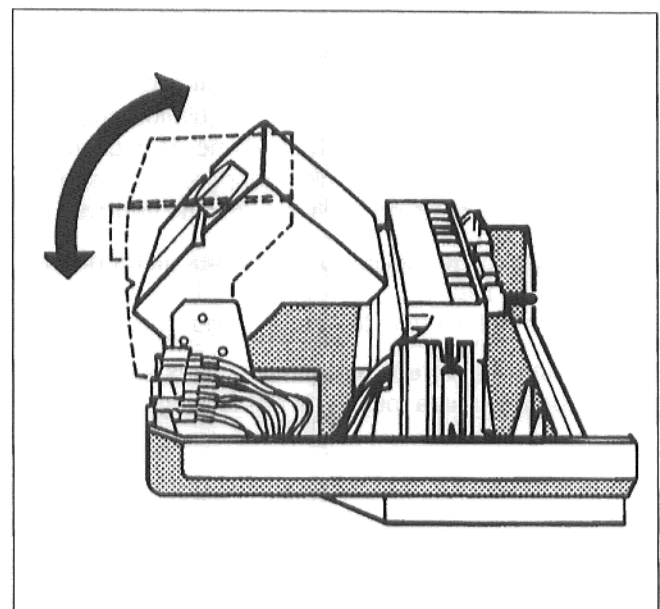

Fig. 19 Clavier de commande de la Régulation 2000
- Uniquement pour le système de régulation 2000: Pivoter l'unité d'affichage dans la position voulue. En cas de combinaison avec un préparateur LT, il est recommandé de maintenir le clavier de commande en position droite (Fig.19).